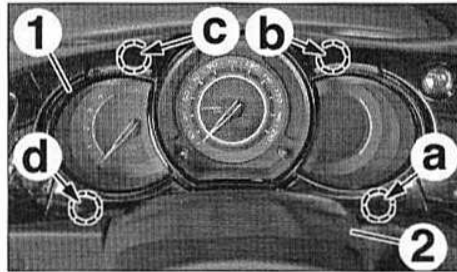

FIG.7
- Dégrafer puis déposer l'enjoliveur (1) du combiné d'instruments en respectant l'ordre (a), (b), (c) et (d) (Fig.7).